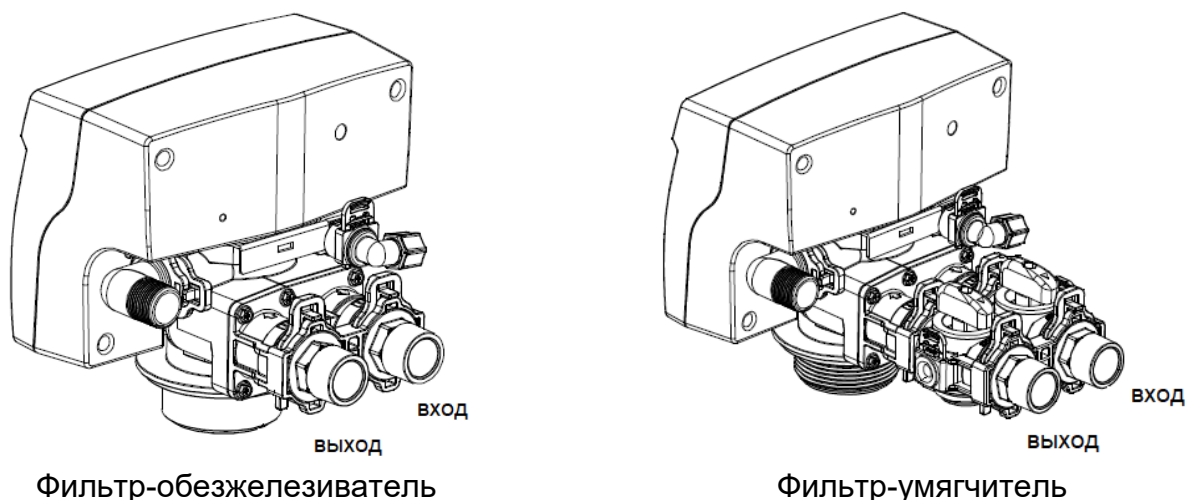

Рис.7
8.3.6 Подключите Изделие к водопроводной магистрали: руководствуясь рис. 7, присоедините соответствующие фитинги к входному и выходному патрубкам клапана байпаса и зафиксируйте их на месте при помощи 2 клипс. Внимание! Не путать направление подключения, т.к. это приведет к нарушению работоспособности Системы. Присоедините клапан байпаса к устройству управления. **Внимание!** Подводящие трубопроводы и дренажную линию необходимо должным образом укреплять, чтобы избежать чрезмерной нагрузки непосредственно на устройство управления.